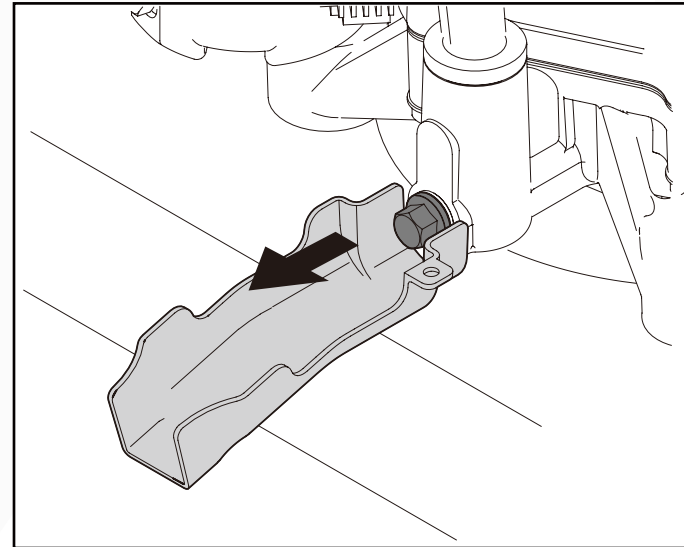

Fig. 33
3. Coloque la manga del drenaje de aceite (incluida con el tractor cortacésped) debajo del tapón de drenaje. (Fig. 33)